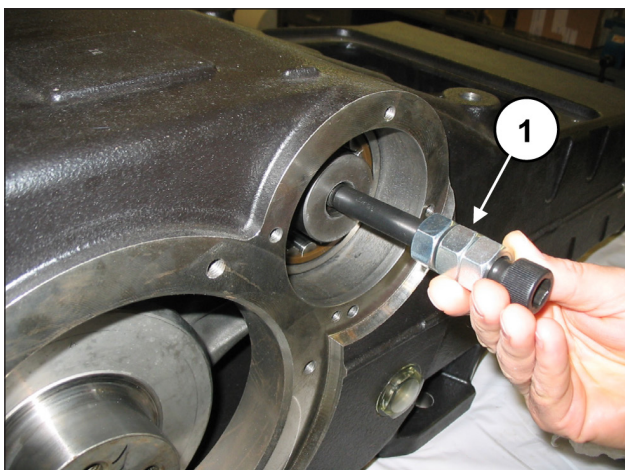

Fig. 57
Para agilizar a inserção completa do eixo PTO no interior do rolamento, use um parafuso M16 a aplicar na extremidade do eixo a ser inserido, com o objetivo de manter elevado o mesmo eixo (pos. ①, Fig. 57).